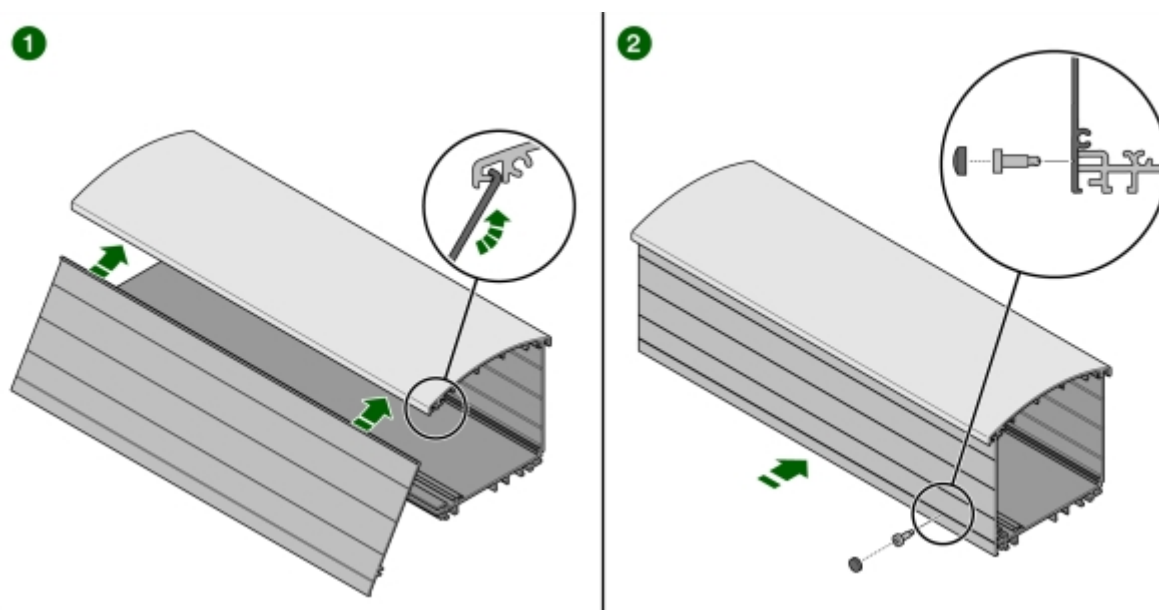

Bild 70: Montering av lock
- 4 Fäst frontlocket med uttagen (switchen) och balklocken i spåret i balkens överkant (1 i Bild 70).
- 5 Skruva fast locken med en skruv (RTSF 4,8×13) i varje ände och tre skruvar jämnt fördelat över längden (ca 600 mm mellan), totalt fem skruvar (RTSF 4,8×13) per balklock (2 i Bild 70).